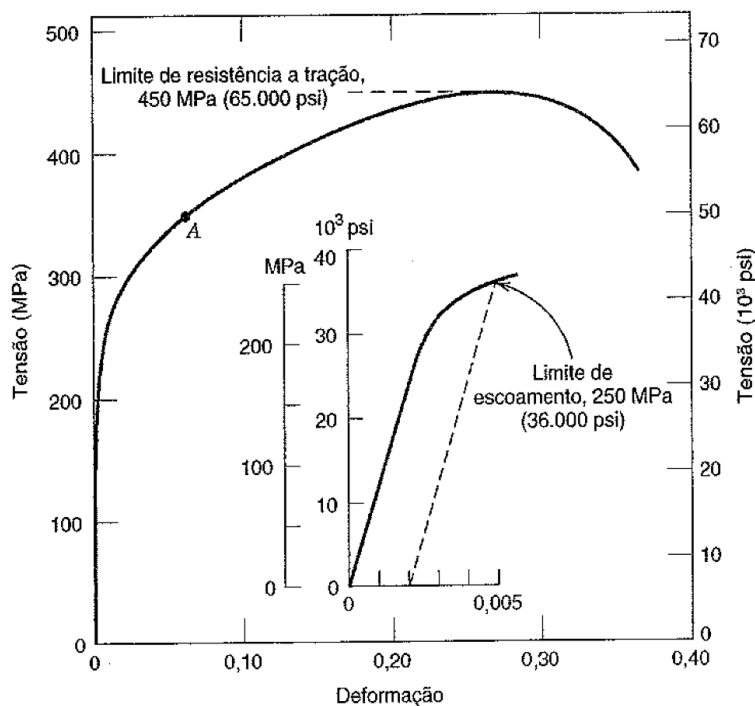

Fig. 6.12 O comportamento tensão-deformação para o corpo de prova de latão discutido no Problema-Exemplo 6.3.
- 6.26 Um corpo de prova cilíndrico feito a partir de uma liga de latão e que possui um comprimento de 60 mm (2,36 pol.) deve se alongar em somente 10,8 mm (0,425 pol.) quando uma carga de tração de 50.000 N (11.240 lb_f) é aplicada. Sob essas circunstâncias, qual deve ser o raio do corpo de prova? Suponha que essa liga de latão apresenta o comportamento tensão-deformação mostrado na Fig. 6.12.